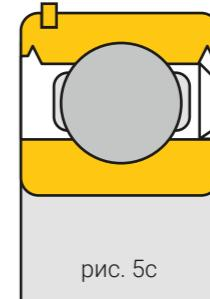

рис. 5c
- ZNR** с Z-образной накладкой на стороне, противоположной канавке с кольцом рис. 5c